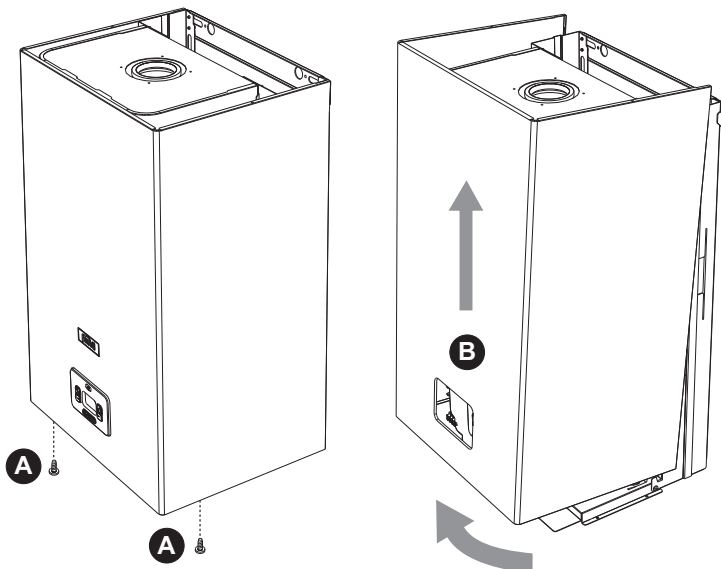

рис. 27- Открытие передней панели
1. Отвинтите винты **A** (см. рис. 27).